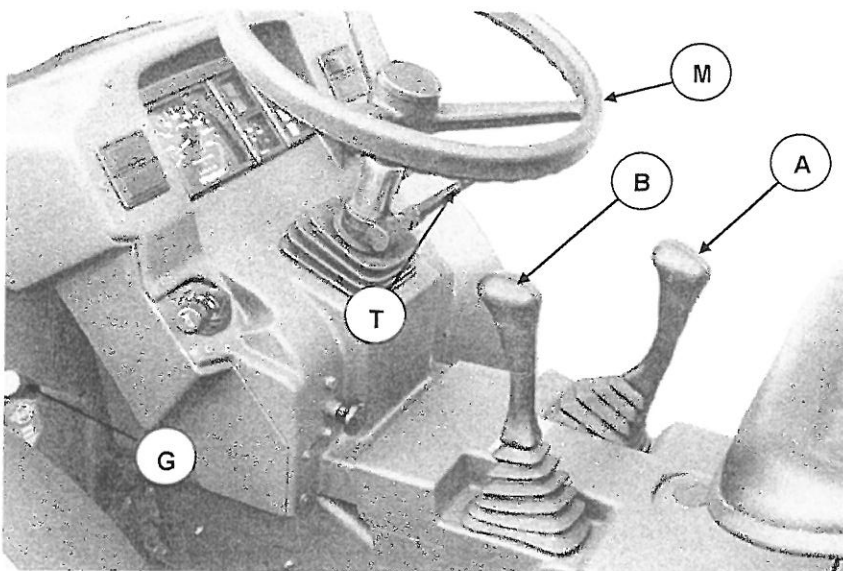

Abb. 4
A. GANGSCHALTHEBEL (Abb. 4)
B. SCHALTHEBEL FUER DIE GRUPPENSCHALTUNG (Abb. 4)
G. SCHALTHEBEL FÜR DIE VORDERE DIFFERENTIALSPERRE (Abb. 4)
M. SERVOLENKUNG (Abb. 4)